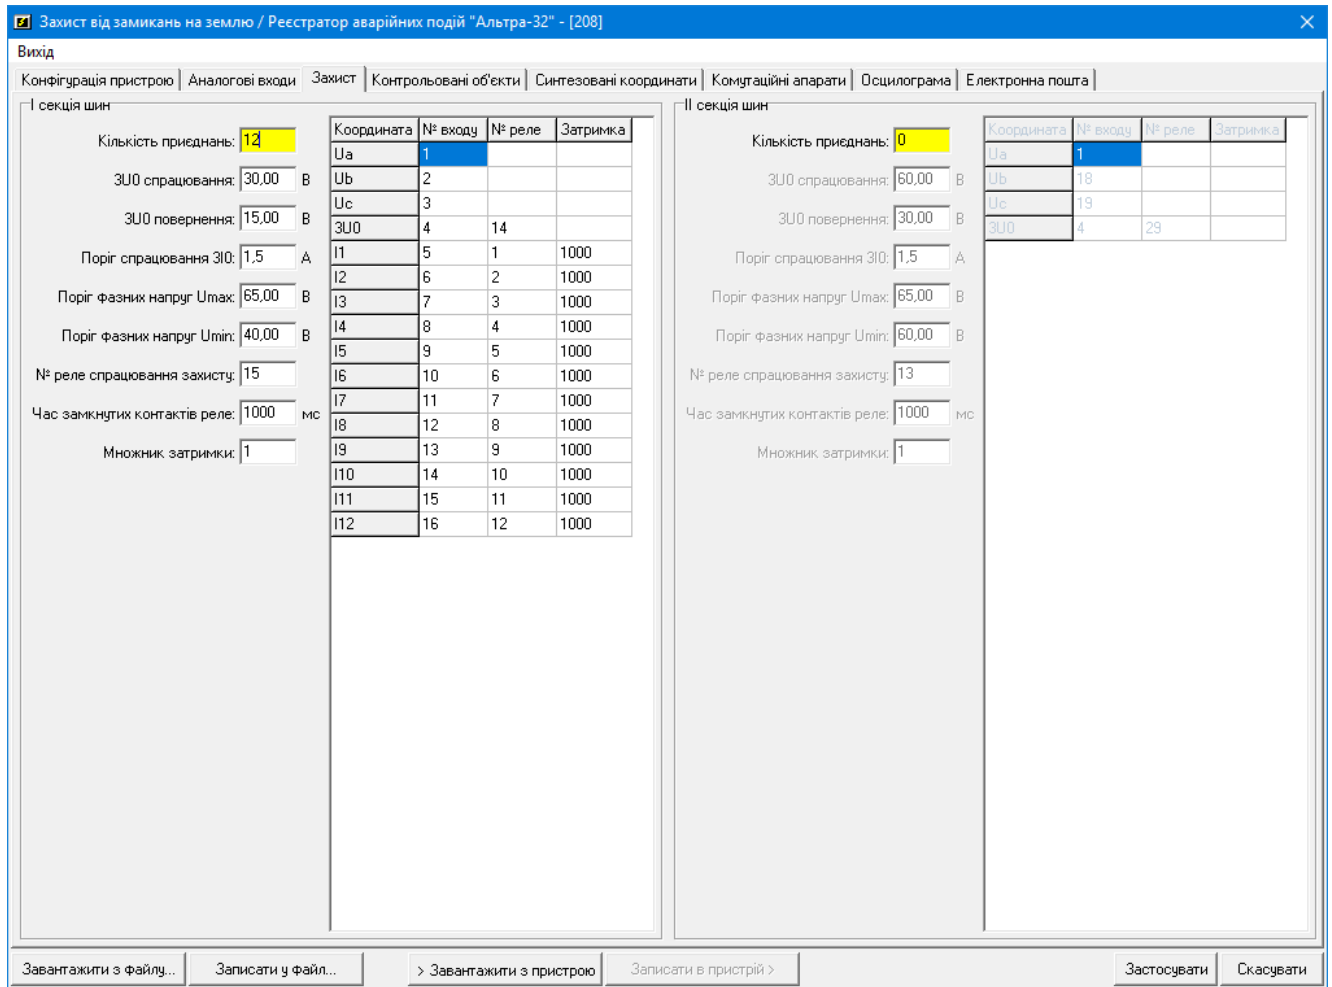

Рис. 3.10. Вкладка "Захист"
Для визначення параметрів алгоритму захисту від ОЗЗ необхідно перейти на вкладку **Захист** (рис. 3.10).
1. За допомогою програми ALTRA CONNECT зчитати конфігурацію ПРИСТРОЮ та зайти на вкладку **Захист** вікна конфігурації (див. рис. 3.10).